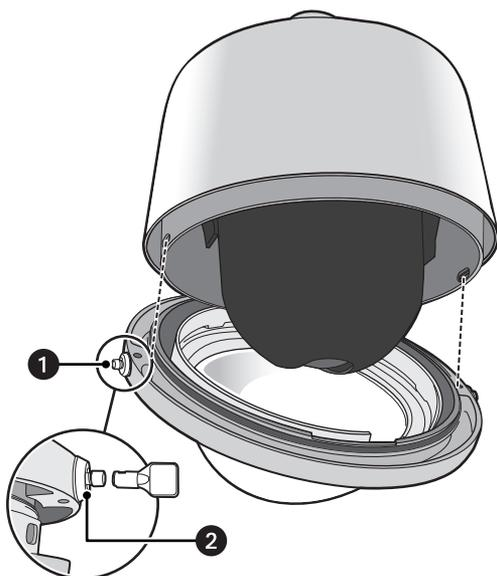

Figura 18. Instalación del domo inferior colgante de alto rendimiento
3. Alinee los orificios de bloqueo en el domo inferior con los orificios ubicados a cada lado de la caja posterior (consulte la Figura 18 en la página 25).